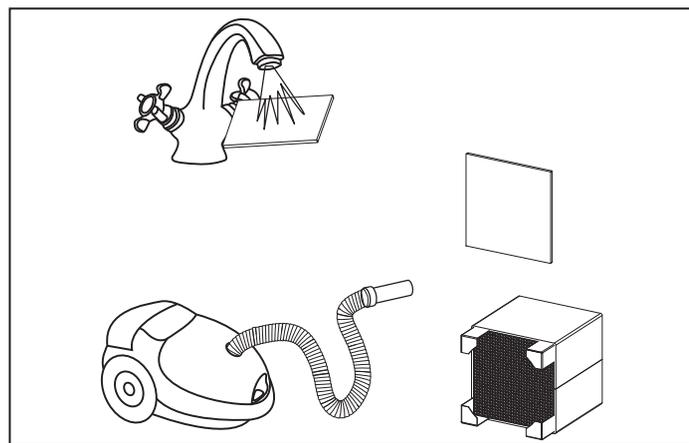

Abb. 18. Reinigung der Filter und des Wärmetauschers
- Reinigen Sie die Filter regelmäßig von Schmutz, mindestens alle 3 Monate. Zur Filterreinigung spülen Sie die Filter mit Wasser oder verwenden Sie einen Staubsauger, Abb. 18. Installieren Sie die trockenen Filter in den Teleskopkanal. Für neue Filter, wie sie in der Tabelle "Technische Grunddaten" zu finden sind, wenden Sie sich an den lokalen Fachhandel.